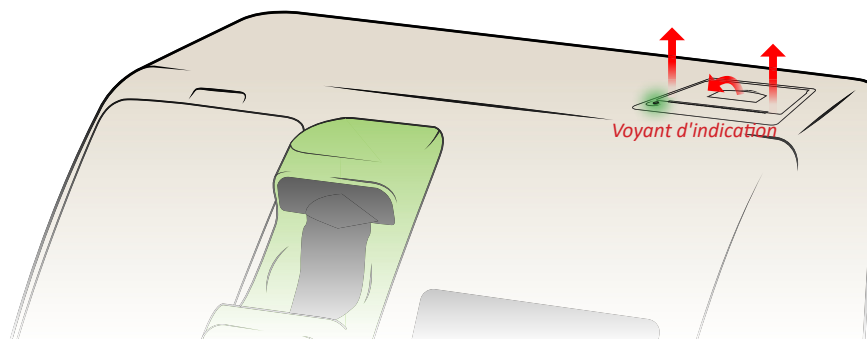

Figure 28
1. Tirer le levier indiqué sur la figure 28 jusqu'à ce que le couvercle soit déverrouillé.